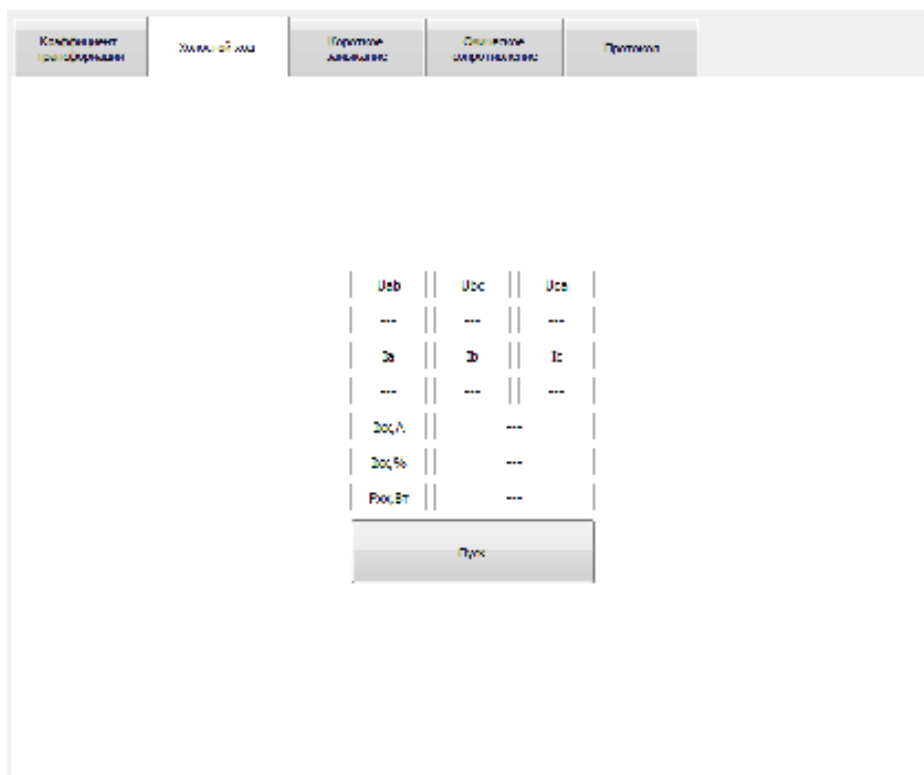

Рис. 14. Вкладка «Холостой ход» для испытания при номинальном напряжении
5.3.1.6. Переключаемся на вкладку «Холостой ход» (рис. 14), плавно устанавливаем испытательное напряжение с погрешностью не более $\pm 0,5\%$ от номинального значения и нажимаем кнопку «Пуск». Результаты испытаний будут отображены в соответствующих полях вкладки.